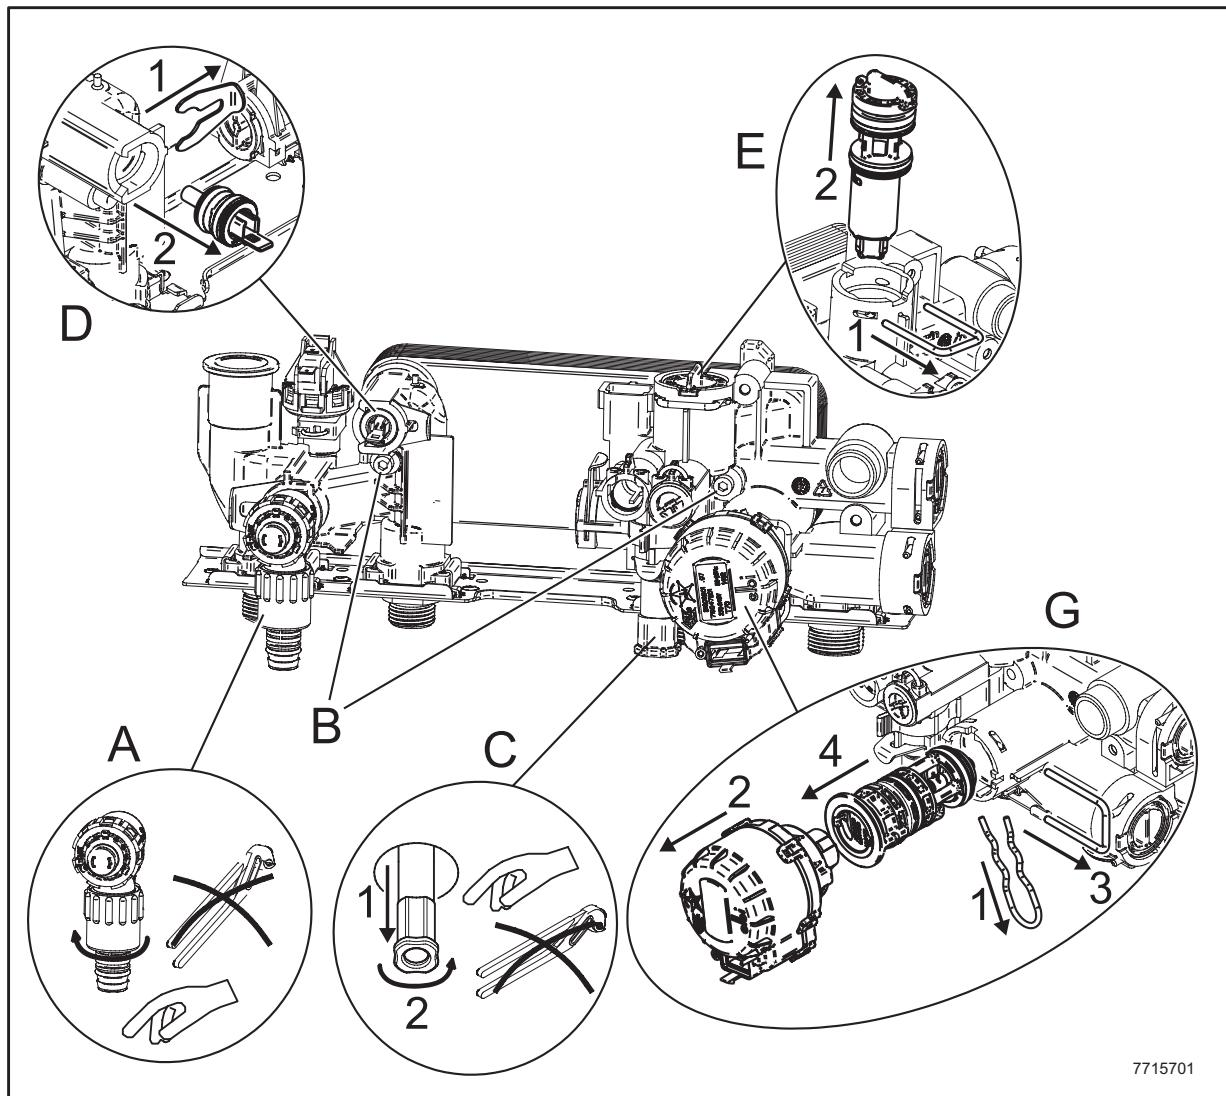

Рис.16
Фильтр ГВС расположен внутри разборного катриджда и находится на входе холодной воды (Е) (рисунок 16). Для очистки фильтра выполнить следующие операции:
- Снять зажим 1Е (рис.16);
- Снять фильтр (2Е рис.16).
При отсутствии специального крана необходимо демонтировать вторичный теплообменник, как описано в следующем параграфе, и очистить его отдельно. Рекомендуем очистить от известкового налета также датчик NTC системы ГВС и место его расположения ( рис.16 D).